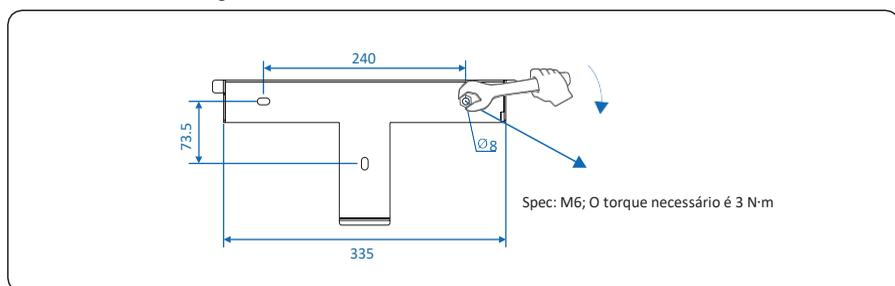

Figura 4.13 Instalando o painel real
Passo 5 Alinhe o painel traseiro com os orifícios, insira os parafusos de expansão nos orifícios através do painel real e aperte os parafusos de expansão com um torque de 3 N·m usando uma chave de torque, conforme mostrado na Figura 4.13.